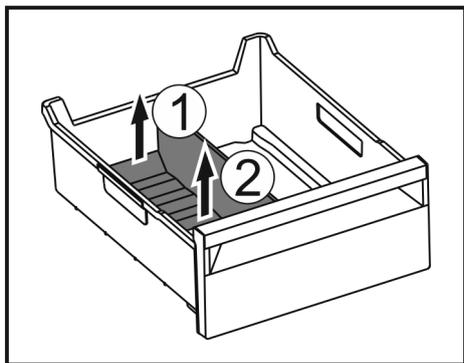

Fig. 106
- ▶ Podnieść tylną część separatora do szuflady na lód. Fig. 106 (1)
- ▶ Separator do szuflady na lód podnieść do góry. Fig. 106 (2)